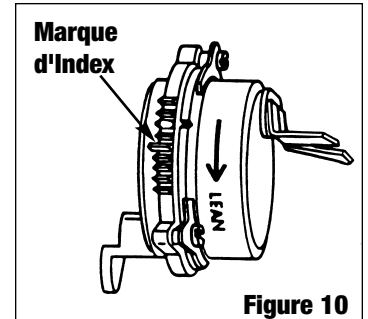

Figure 10
• **RÉGLAGE DE STARTER ÉLECTRIQUE (FIG. 10)**